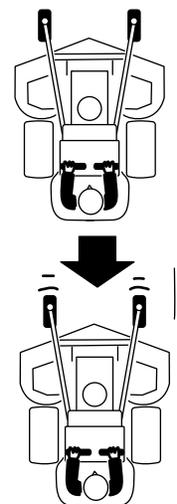

Figura 21
- Puxe lentamente as alavancas de controlo de movimento para trás (Figura 21).